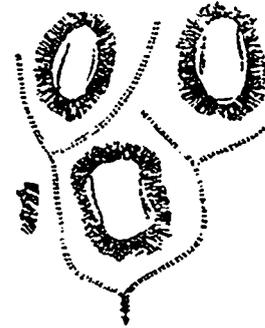

Fig. 4.
3. Sur un terrain inégal, présentant des creux et des bosses, comme l'indique la figure 4, mettez les drains dans les creux, de manière à ce qu'ils courent dans la direction